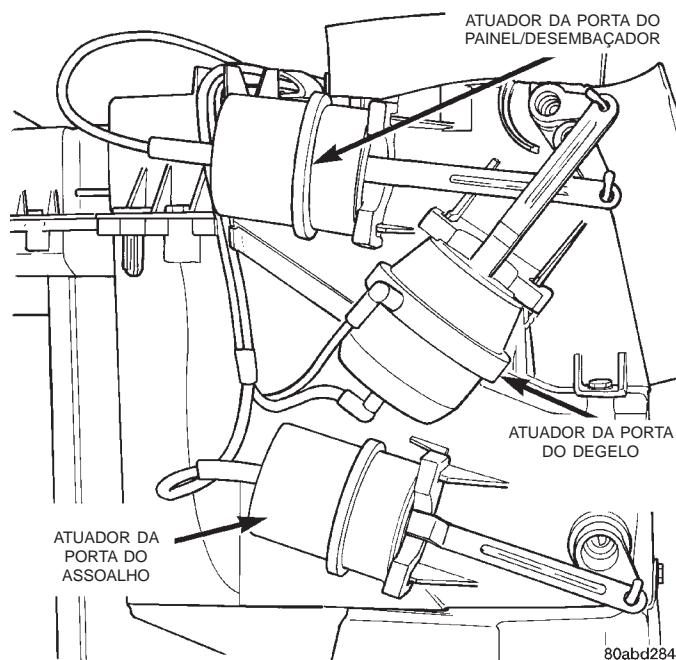

Fig. 47 Atuadores a Vácuo das Portas do Degelo, do Assoalho e do Painel/Desembaçador
- (1) Desconecte e isole o cabo negativo da bateria.
- (2) Retire o conjunto do painel de instrumentos do veículo. Consulte “Conjunto do Painel de Instrumentos” no Grupo 8E “Sistemas do Painel de Instrumentos” para obter mais informações sobre os procedimentos.
- (3) Desligue os dois conectores da conexão a vácuo do atuador da porta do degelo (Fig. 47).
(1) Desconecte e isole o cabo negativo da bateria.
(2) Retire o conjunto do painel de instrumentos do veículo. Consulte "Conjunto do Painel de Instrumentos" no Grupo 8E "Sistemas do Painel de Instrumentos" para obter mais informações sobre os procedimentos.
(3) Retire o conector da chicote de vácuo do atuador da porta do assoalho (Fig. 47).
(1) Retire o atuador da porta do degelo do compartimento de A/C-aquecedor. Consulte "Atuador da Porta do Degelo", neste grupo, para obter mais informações sobre os procedimentos.
(2) Desligue o conector da conexão a vácuo do atuador da porta do painel/ degelo (Fig. 47).